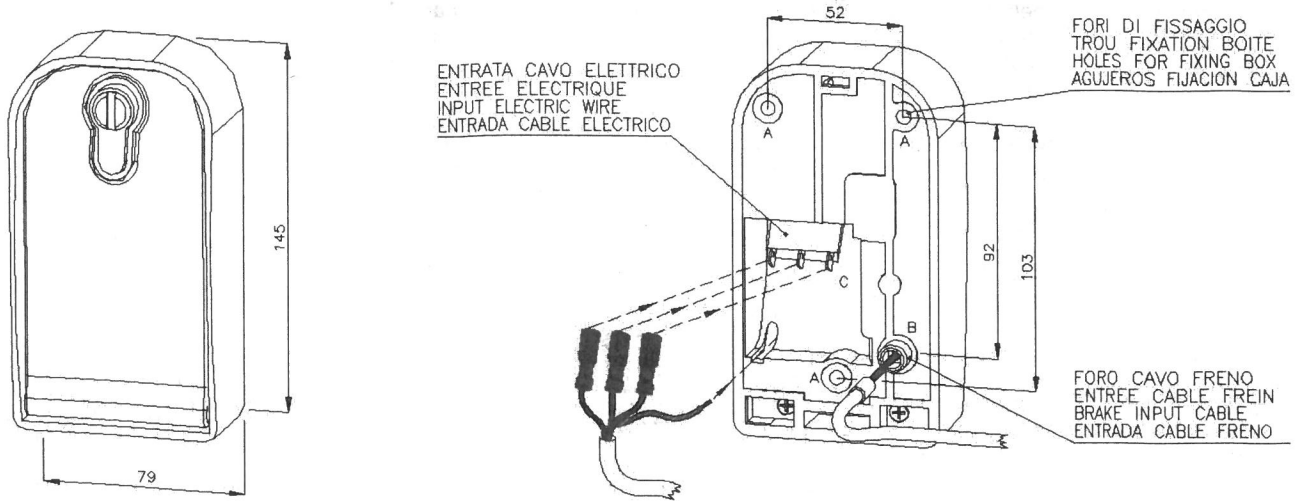
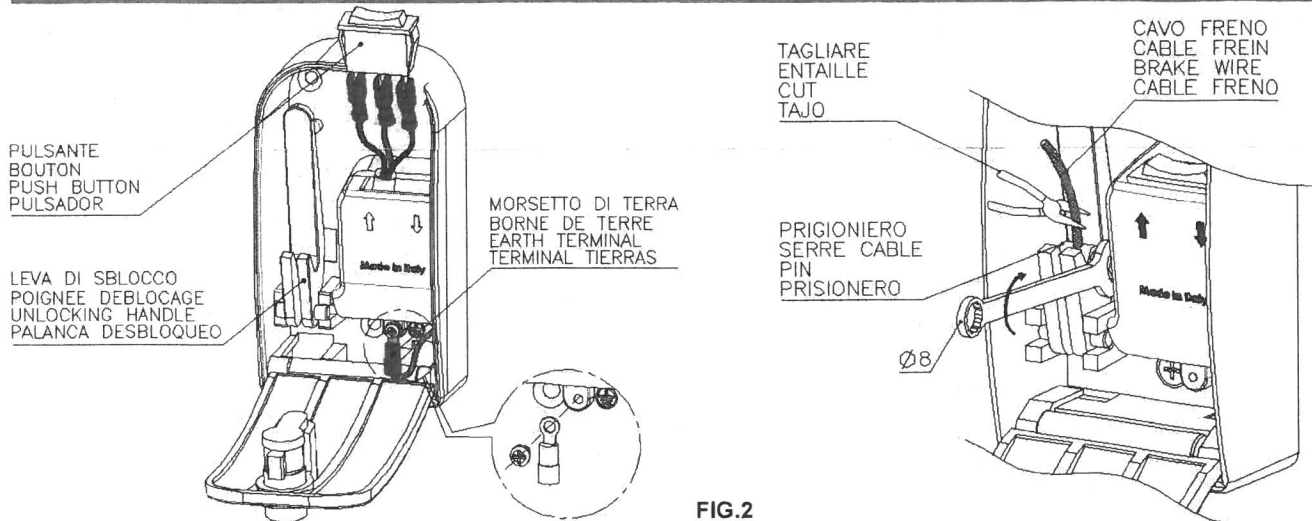
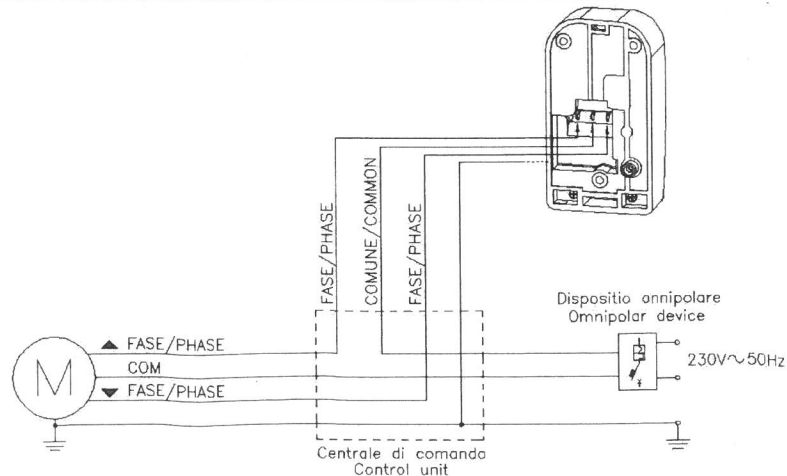

FIG.1
FIG.2
FIG.3
**PREPARAZIONE:** Predisporre l'uscita dei cavi elettrici e del cavo di sblocco dal muro, rispettando gli appositi ingombri del blindino. Eseguire i tre fori di fissaggio per avvitare il blindino alla parete (fig.1)
**INSTALLAZIONE:** Togliere dalla sede il pulsante (fig.2). Eseguire i collegamenti elettrici come mostrato in fig. 3; Bloccare il terminale di terra nell'apposita sede (fig. 2).
**COLLEGAMENTO DELLO SBLOCCO:** Inserire il cavo dello sblocco nell'apposita sede (fig. 1 e 2) e inserire il cavo metallico nel foro della leva. Posizionare la leva nell'apposita sede. Applicare sul cavo il prigioniero accostandolo alla leva e serrandolo con chiave da 8mm (fig. 2). Agire sulla vite di registro posta sul fondo del freno del motoriduttore e porre in tiro la guaina. Tirare la leva e verificare che il motoriduttore venga sbloccato movimentando a mano la serranda. Se necessario agire di nuovo sulla vite di registro o sulla vite d'arresto. Verificare il serraggio e tagliare il cavo in eccedenza (fig. 2).
**PREPARATION:** Disposer la sortie des câbles électriques et du câble de déblocage du mur en respectant les espaces prévus à cet effet sur le corps du sélecteur. Réaliser les trois perforations de fixation pour visser le boîtier au mur (fig.1).
**INSTALLATION :** Retirer le bouton poussoir de son emplacement (fig 2). Effectuer les raccordements électriques comme illustré dans la fig.3; bloquer la borne de terre dans son siège (fig. 2).
**RACCORD DU DISPOSITIF DE DEBLOCAGE :** Placer le câble de déblocage dans son siège (fig. 1 et 2) et le câble métallique dans le trou du levier. Mettre maintenant le levier à son emplacement. Placer le prisonnier sur le câble en l'approchant du levier et le serrer avec une clé de 8mm (fig.2). Manipuler le tendeur placé dans la partie arrière du frein du motoreducteur et tendre la gaine. Tirer le levier et vérifier que le motoreducteur est bien débloqué en bougeant manuellement la fermeture. S'il n'est pas tout à fait débloqué, manipulez à nouveau la commande ou le prisonnier. Vérifier le serrage et couper la partie excédentaire du câble (fig. 2).
**PREPARATION:** Prepare the electrical wire and release cable outlet from the wall, respecting the preset spaces on the switch box. Drill three holes to fix the casing to the wall (fig. 1).
**INSTALLATION:** Remove the push button (fig. 2). Hook up the electrical connection as shown in fig. 3; attach the ground terminal to its place (fig. 2).
**CONNECTING BRAKE UNLOCK CABLE:** Insert the release cable into its slot (fig. 1 and 2) and insert the metallic cable in the lever hole. Move the lever to its place. Place the set screw on the cable and approach it to the lever. Tighten the set screw with a 8mm wrench. Move the tightener on the back side of the motoreducer brake and tighten the sheath. Pull the lever and move the device manually to check that the motoreducer is unlocked. If the motoreducer were not completely unlocked, adjust the tightener or the set screw. Make sure that it has been tightened firmly and cut off any excess cable (Fig.2).
**PREPARACION:** Preparar la salida de los cables eléctricos y del cable de desbloqueo de la pared, respetando los espacios previstos en el cuerpo del selector. Realizar los tres agujeros de fijación para atornillar la caja en la pared (fig. 1).
**INSTALACION :** Sacar el pulsador de su alojamiento (fig. 2). Effectuer les raccordements électriques comme illustré dans la fig.3 ; bloquer la borne de terre au pivot en aluminium (fig.2).
**CONEXIÓN DEL DESBLOQUEO:** Introducir el cable de desbloqueo en el espacio al efecto (fig. 1 y 2) y insertar el cable metálico en el agujero de la palanca. Colocar ahora la palanca en su lugar. Aplicar en el cable el prisionero acercándolo a la palanca y apretarlo con una llave de 8mm (fig.2). Actuar sobre el tensor colocado en la parte posterior del freno del moto reductor y poner en tensión la funda. Tirar de la palanca y verificar que el moto reductor esta desbloqueado moviendo a mano el cierre. En el caso que no este del todo desbloqueado, vuelva a actuar sobre el registro o sobre el prisionero. Verificar el cierre y cortar el exceso de cable (Fig.2).